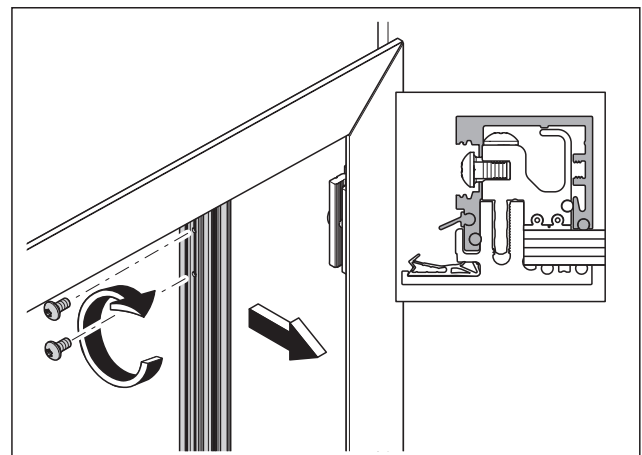

Abb. 48 Die Deckprofile für die Zarge aufstecken und fixieren, aus Sicht der Bandgegenseite.
5. Das senkrechte Deckprofil für die Zarge mit dem Schließblech aufstecken und fixieren (Abb. 48).